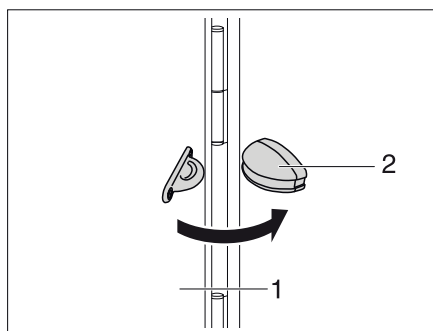

Bild 58 Spärr utvändiga luckor
- Öppna den utvändiga luckan (Bild 58,1) och fäll den mot fordonets vägg.
- Tryck in den utvändiga luckan i spärren (Bild 58,2).
- Dra den utvändiga luckan (Bild 58,1) kraftigt ur spärren (Bild 58,2).